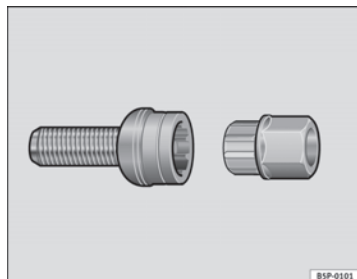

Fig. 159 Tornillo anti-robbo de la rueda
- Coloque el adaptador hasta el tope en el tornillo antirrobo de la rueda ⇒ **fig. 159**.